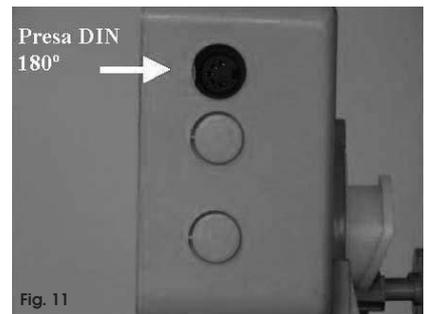

Fig. 11
- Il controller è inibito. Se si sta usando la presa DIN (Fig. 11), verificare che dentro la calotta del connettore non ci siano corto circuiti fra i morsetti.
In fig. 11 è visibile la presa DIN 180° dove è possibile connettere la sonda contaltri.